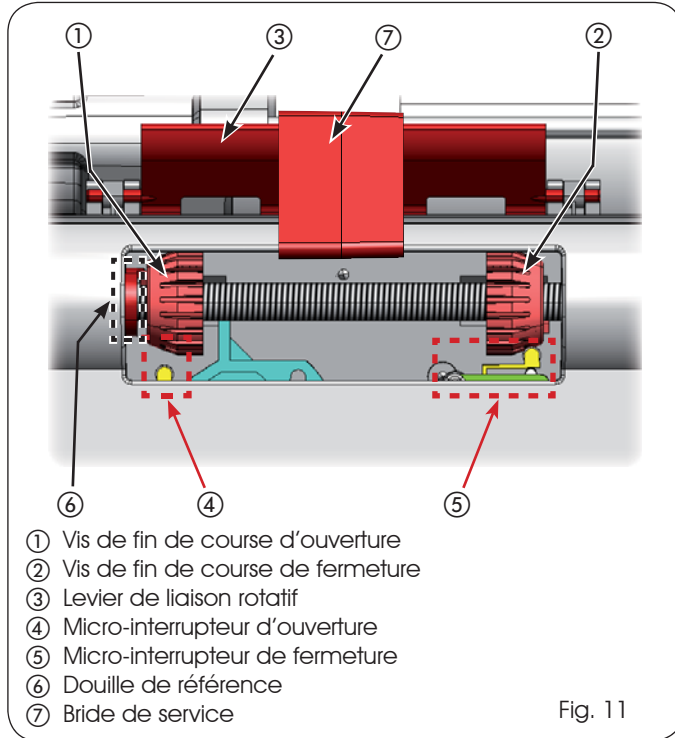

Fig. 11
**La présence de la bride de service (réf. 7) permet de tourner librement les vis de fin de course de manière à sélectionner la configuration illustrée dans la figure 11.**
1. Lorsque le rideau est complètement abaissé, la position des vis de fin de course réf. ① et ② doit être celle qui est illustrée dans la Fig. 11;
2. Contrôler que la vis fin de course de fermeture (réf. ②) appuie sur le micro de fermeture (réf. ⑤) de manière à l'engager (le micro-interrupteur émet un léger "CLIC" lorsqu'il est engagé);
3. S'assurer que la vis de fin de course d'ouverture (réf. ①) est contre la douille (réf. ⑥) du côté gauche. Le micro-interrupteur d'ouverture (réf. ④) ne doit pas être au contact de la vis d'après la Fig. 11.
1. Lorsque le rideau est complètement fermé, enlever la bride de service (réf. ⑦ fig. 11) du groupe de fin de course;
1. Enlever et conserver la bride de service réf. (7) figure 11 des deux motorisations;